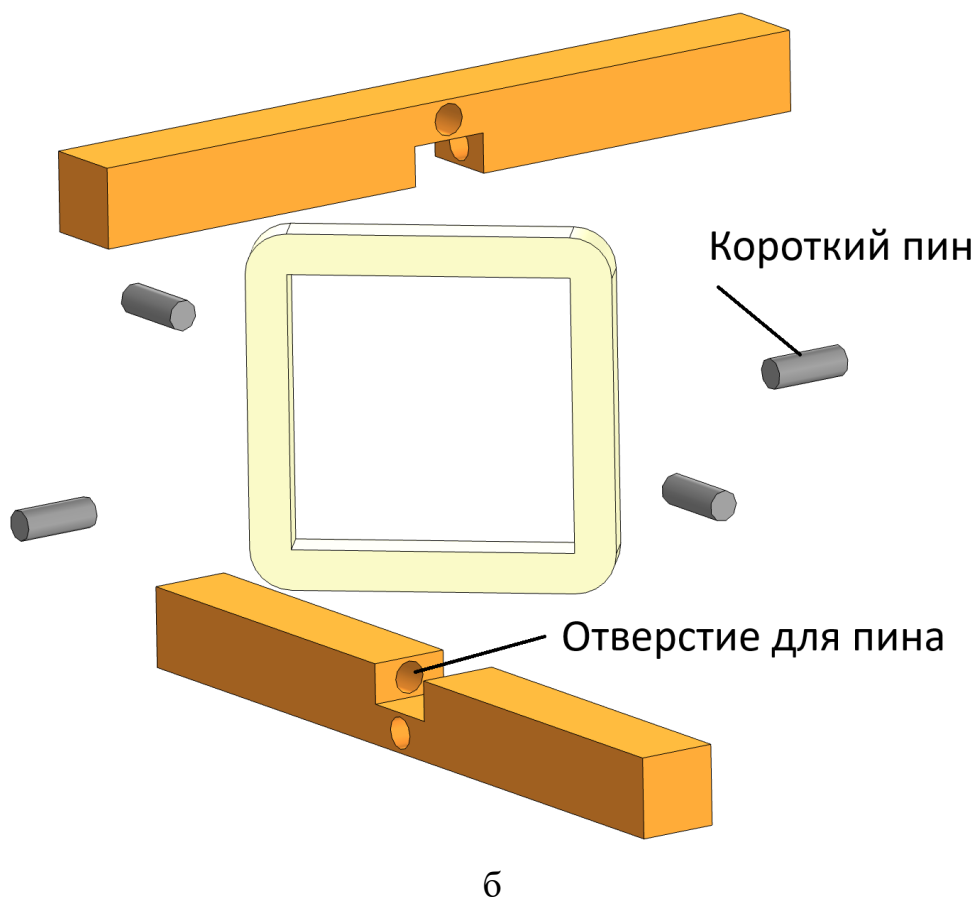

Рис. 1. «Головоломка»
Образец: «Головоломка» (см. рис. 1 а, б).
- разработайте самостоятельно сборно-разборную модель головоломки (см. рис. 1 а, б). Принцип работы головоломки заключается в свободном перемещении коротких пинов в отверстиях крестовины;